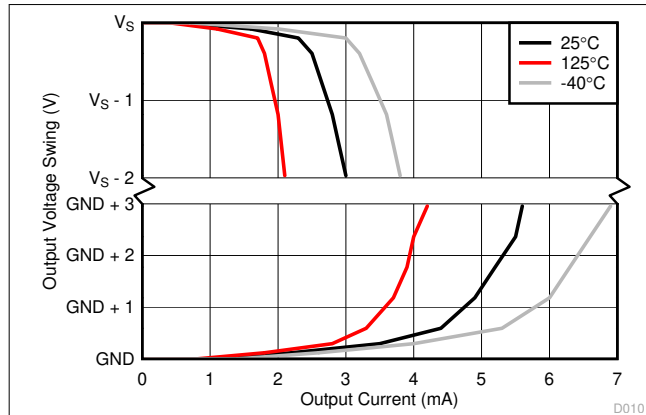

図 7-13. 出力電圧スイングと出力電流との関係
- (1) 詳細については、「入力信号帯域幅」セクションを参照してください。
(2) 図 7-13 を参照してください。